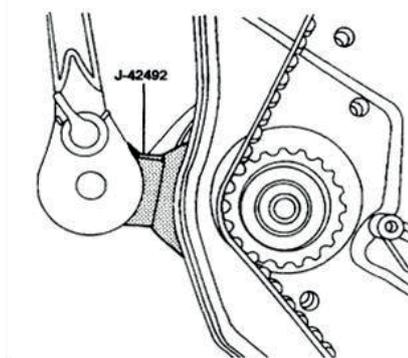

FIG. 5
4. Gire la bomba de agua en el sentido contrario al de las agujas del reloj, utilizando una herramienta de ajuste especial (Gates: GAT V501A o EO: J-42492 o KM-421-A), para liberar la tensión de la correa (Fig. 5).